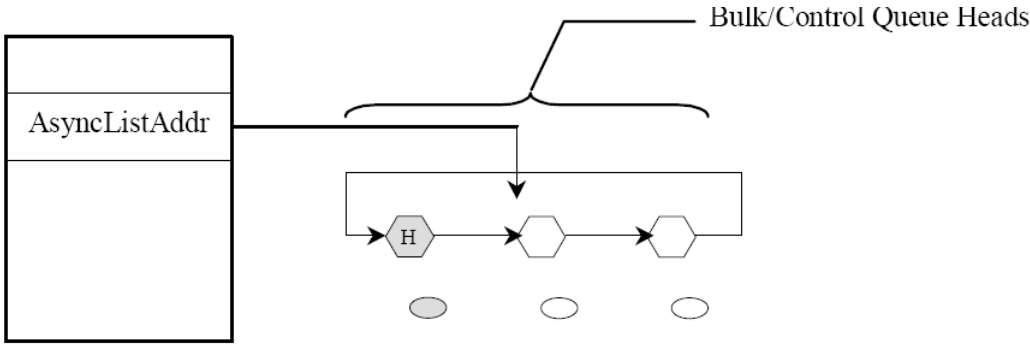

图 88: 异步队列示意图
- dtd，传输描述符，用于传输数据，保护数据长度，起始地址，状态等信息，如图 88 所示